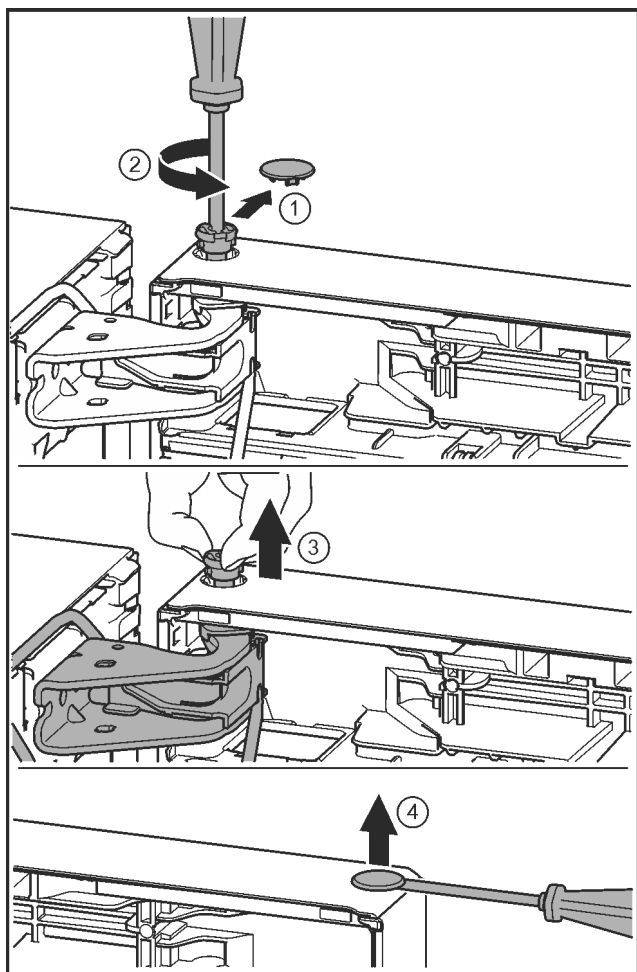

Fig. 21
- ▶ Veiligheidsafdekking voorzichtig eraf trekken. Fig. 21 (1)
- ▶ Bout met schroevendraaier T15 een stukje eruit draaien. Fig. 21 (2)
- ▶ De deur vasthouden en de bout met de vingers eruit trekken. Fig. 21 (3)
- ▶ Stop voorzichtig met een sleufschroevendraaier uit de lagerbus van de deur optillen en eruit trekken. Fig. 21 (4)